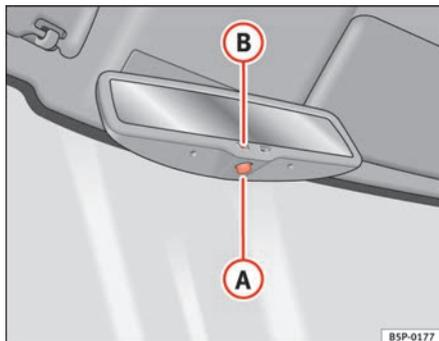

Fig. 89 Rétroviseur intérieur avec réglage automatique de position anti-éblouissement.
- Appuyez sur la touche (A) ⇒ fig. 89. Le témoin (B) s'éteint.
- Appuyez sur la touche (A) ⇒ fig. 89. Le témoin s'allume.